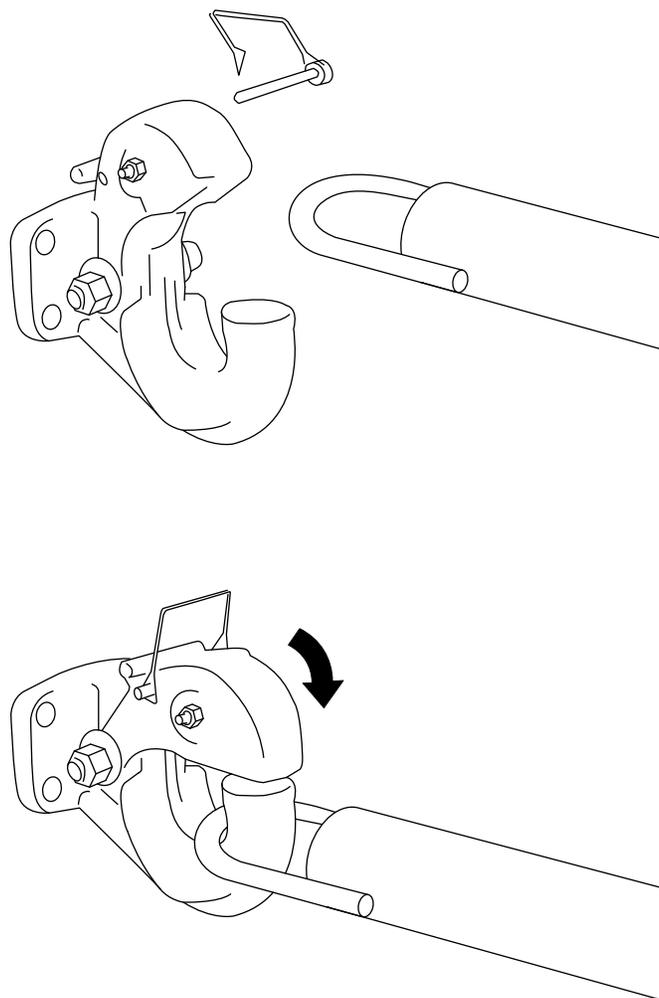

Figura 24
- Retire el pasador del enganche de argolla y abra el gancho (Figura 24).
- Coloque la argolla de la barra de tracción sobre el enganche (Figura 24).
- Cierre el segmento superior del enganche de argolla y sujételo con el pasador (Figura 24).